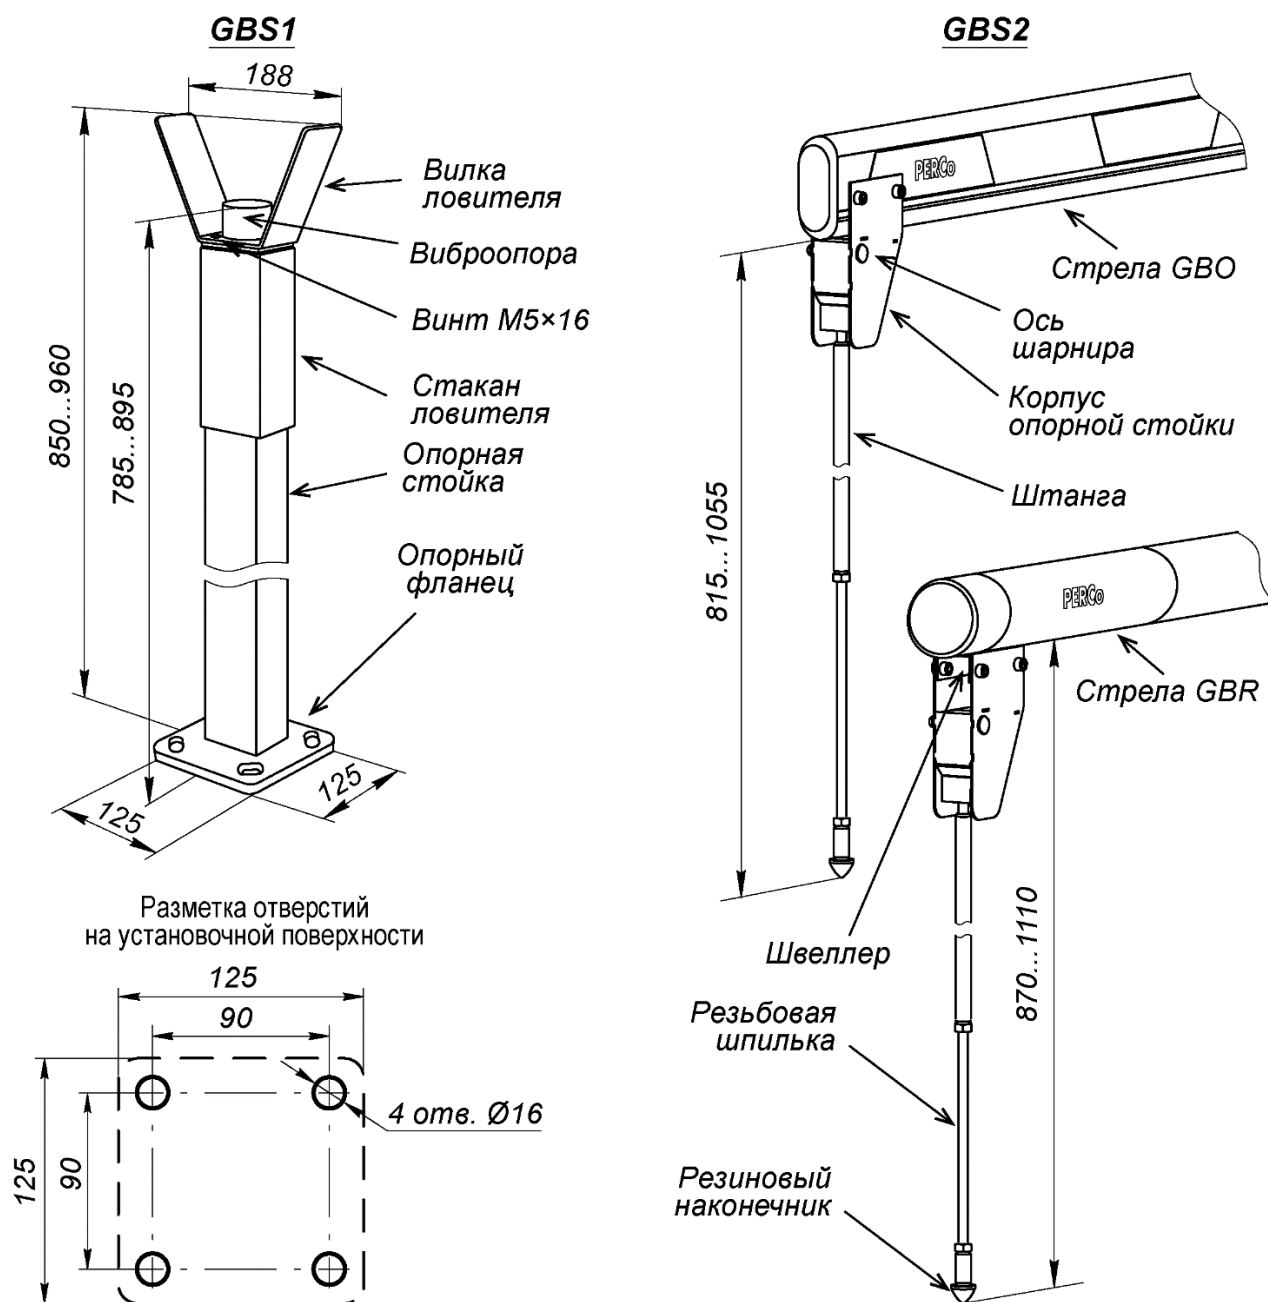

Рисунок 16. Внешний вид опорных стоек *PERCo-GBS1* и *PERCo-GBS2*
При необходимости устанавливается опорная стойка с ловителем стрелы **PERCo-GBS1**. Также устанавливать опорную стойку рекомендуется при длине стрелы более 4 метров. Опорная стойка **PERCo-GBS1** состоит из стойки прямоугольного сечения с опорным фланцем и ловителя стрелы (см. рис. 16).
1. Выполните в установочной поверхности отверстия в соответствии с разметкой (рис. 16). Ось опорной стойки должна совпадать с продольной осью стрелы шлагбаума (обращаем внимание, не с осью стойки шлагбаума!, см. рис. 7). Размер отверстий на схеме указан для анкеров типа PFG IH10 («SORMAT»), при использовании других типов анкеров необходимо выполнять отверстия соответствующих им диаметра и глубины.
Вместо стационарной стойки **PERCo-GBS1** можно использовать подвесную опорную стойку **PERCo-GBS2**, которая крепится непосредственно на стреле шлагбаума (см. рис. 16). В вертикальном положении стрелы подвесная стойка складывается под собственным весом. При монтаже на прямоугольно-овальной стреле **PERCo-GBO** в стреле необходимо будет просверлить два сквозных отверстия под болты крепления корпуса опорной стойки. На круглой стреле **PERCo-GBR** необходимо предварительно закрепить на заклепках монтажный швеллер из комплекта поставки опорной стойки (см. Инструкцию по монтажу из комплекта подвесной стойки), на который затем монтируется корпус опорной стойки.